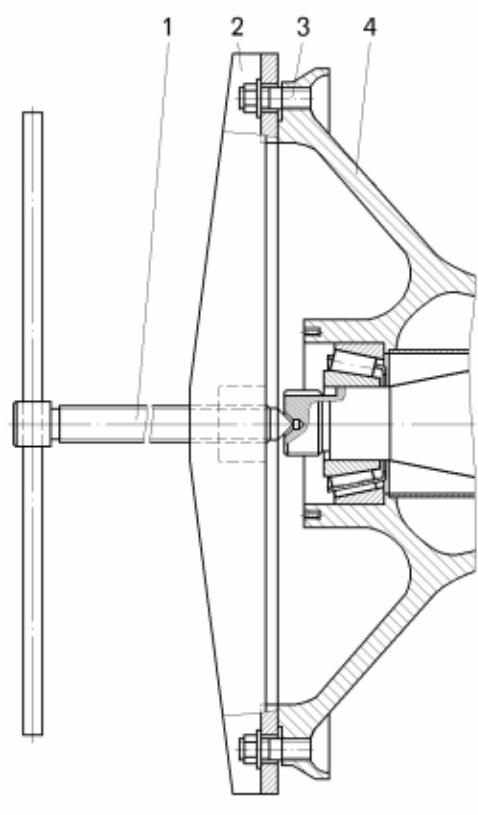

Рисунок 10.3 – Съемник ступиц передних колес:
- закрепить приспособление (рисунок 10.3) на ступице и спрессовать ступицу с тормозным диском и подшипниками в сборе;